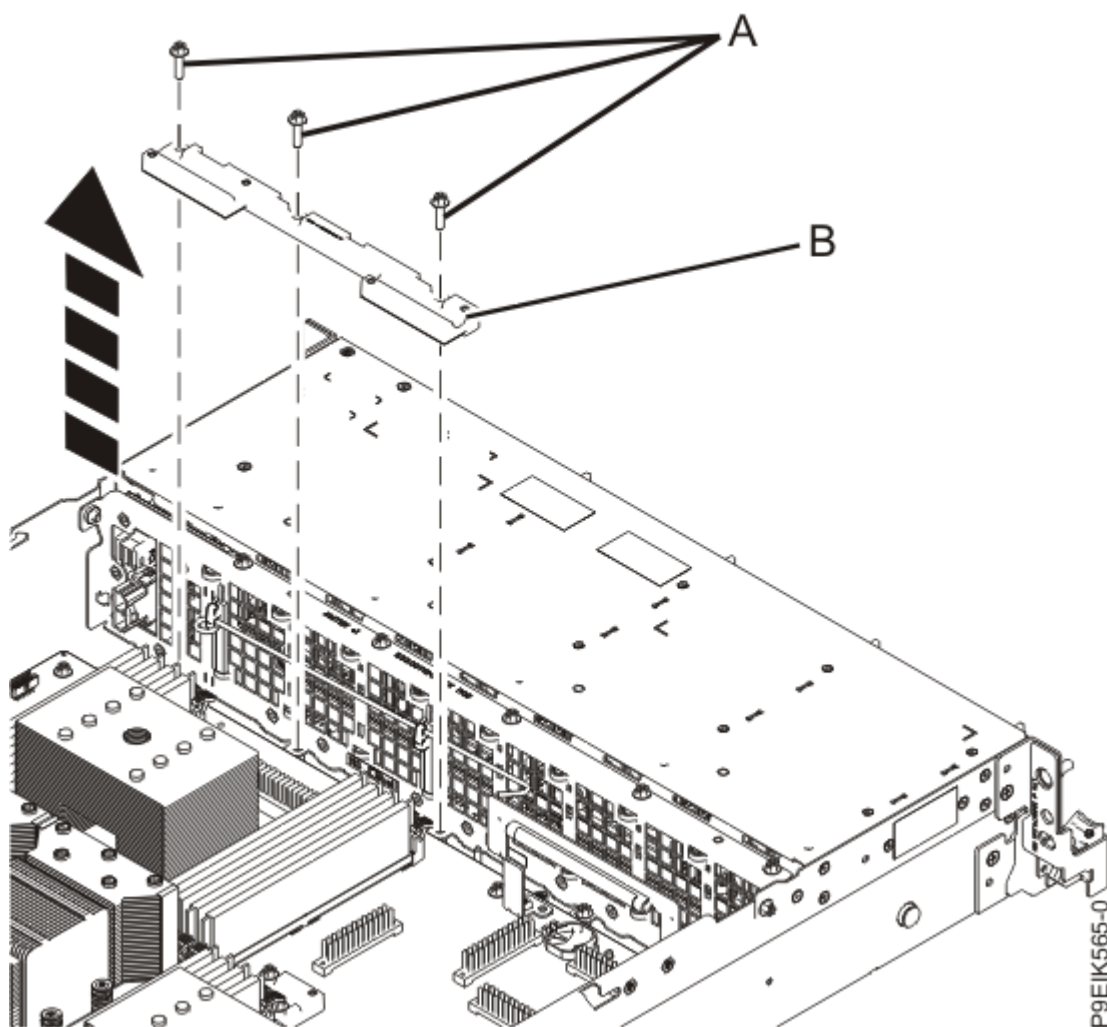

図 8. 前面ホルダーの取り外し
7. ホルダー (B) をシステムに固定している 3 本のねじ (A) を取り外します (14 ページの図 8 を参照)。次に、システムからホルダーを取り外します。